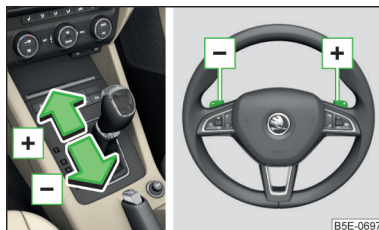

Fig. 245
- Para **cambiar** tire brevemente una de las teclas basculantes **-/+** hacia el volante » fig. 245.
- Para **subir la marcha**, pulsar la palanca selectora hacia adelante **+** o tirar por poco tiempo la tecla basculante **+** hacia el volante » fig. 245.
- Para **bajar la marcha**, pulsar la palanca selectora hacia atrás **-** o tirar por poco tiempo la tecla basculante **-** hacia el volante » fig. 245.